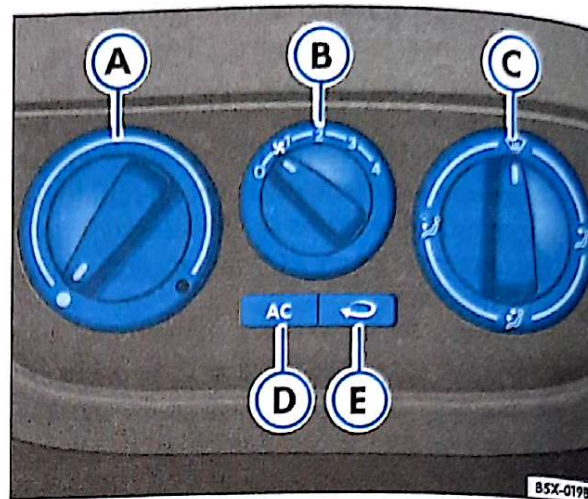

Fig. 92 Detalhe no painel: comandos do ar condicionado
Pelos 4 difusores frontais (2 no centro e 1 em cada extremidade do painel de instrumentos) sai ar renovado, aquecido ou não, conforme a posição do interruptor ⇒ fig. 92 ①. Estes difusores são selecionados pelo interruptor ③ e